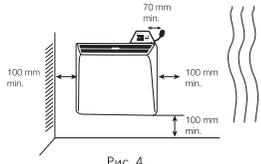

Рис. 4
6. При настенной установке конвектора, необходимо вертикально установить держатель Bullet Sensor с помощью самореза и дюполя на стене как указано на рис. 4.